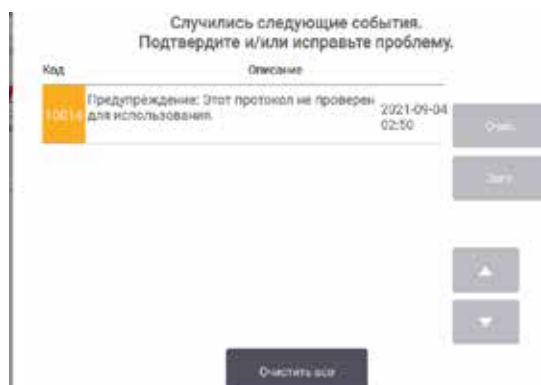

Рис. 64
12. На экране появится окно, предупреждающее о необходимых или рекомендованных действиях перед началом использования (→ Рис. 64). Список всегда будет содержать предупреждение о том, что протокол не утвержден для использования. По умолчанию новый созданный протокол не является действительным. Ваша лаборатория должна утвердить его для применения в клинической практике. После утверждения пользователь с правами руководителя может перейти на экран **Изменить протокол** и нажать кнопку **Утвердить протокол**. После этого протокол будет доступен операторам (при условии, что все остальные ошибки, перечисленные в окне, были устранены).
7. На экране появится окно (→ Рис. 64), предупреждающее о необходимых или рекомендованных действиях перед началом использования. Список всегда будет содержать предупреждение о том, что протокол не утвержден для использования. По умолчанию новый созданный протокол не является действительным. Ваша лаборатория должна утвердить его для применения в клинической практике. После утверждения пользователь с правами руководителя может перейти на экран **Изменить протокол** и нажать кнопку **Утвердить протокол**. После этого протокол будет доступен операторам (при условии, что все остальные ошибки, перечисленные в окне, были устранены).